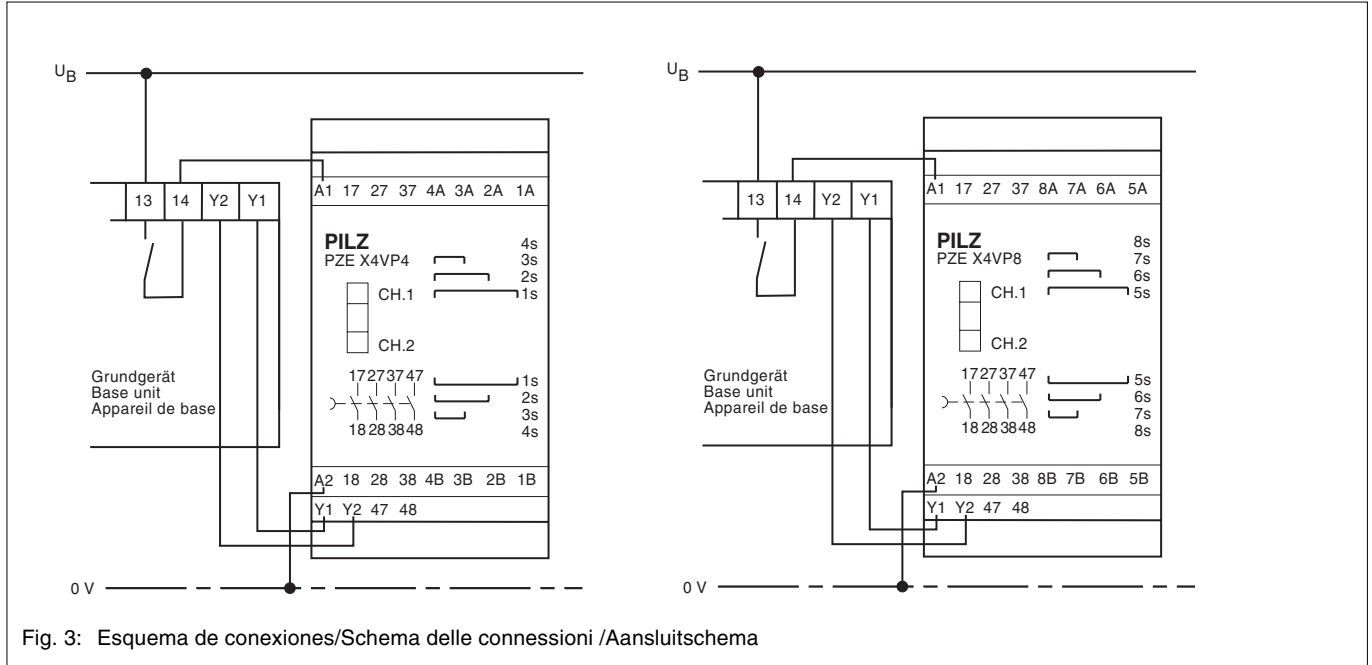

Fig. 3: Esquema de conexiones/Schema delle connessioni /Aansluitschema
- Collegare tensione di alimentazione del contatto di sicurezza del modulo base e A2 (-) (vedi fig. 3).
Collegare il contatto di sicurezza del modulo base ad A1 (vedi Fig. 3).
- Voedingsspanning op het veiligheidscontact van het basisrelais en A2 (-) aansluiten (zie fig. 3)
Veiligheidscontact van het basisrelais op A1 aansluiten (zie fig. 3)
Le funzioni di sicurezza dei circuiti elettrici esistenti vengono mantenute solo quando il modulo contatti viene collegato come illustrato alla fig. 3. Possono essere utilizzate solo moduli base con circuito di retroazione.